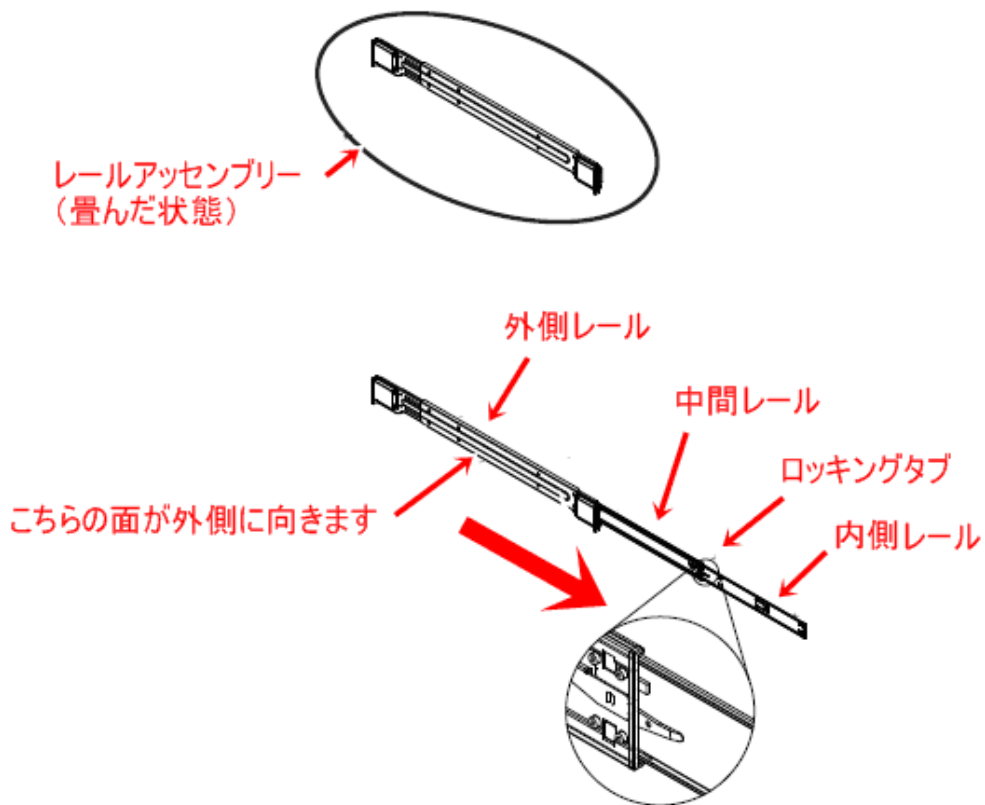

図4-1 レールアセンブリー (左側レールアセンブリー)
1. 右側用のレールアセンブリーか左側用のレールアセンブリーか、図4-1を参考に判別しておきます。(①)
2. 内側シャーシレールと中間レールを外側レールから完全に延ばし(②)、ロックングタブを押しながら(③)、内側シャーシレールを完全に取り出します(④)。